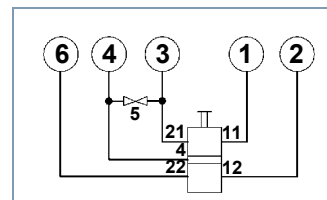

Fig. 3 Empalmes del banco de pruebas
- Conectar el aparato en los empalmes del banco de pruebas (véase fig. 3).